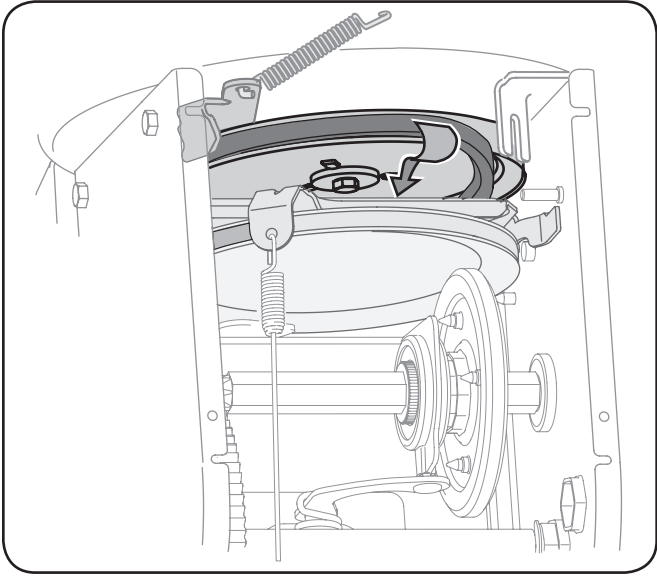

Figure 7-6
- 8. Dégagez la courroie de la poulie de la tarrière et faites glisser la courroie en le support et la poulie de la tarrière. Voir la Fig. 7-6.